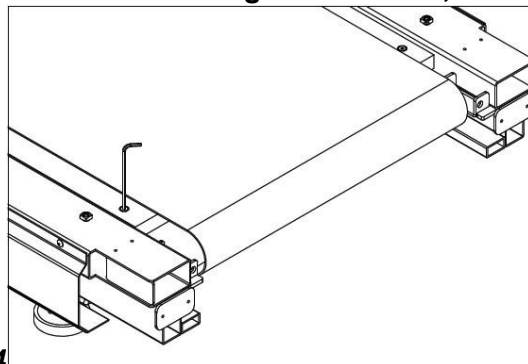
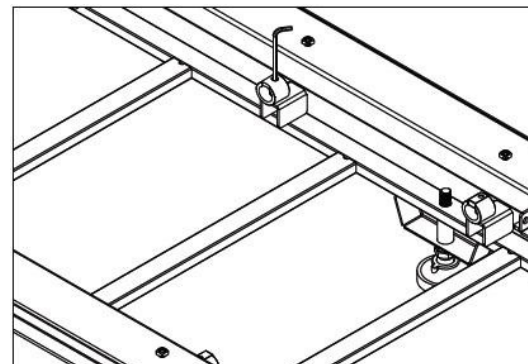

Abb. 4.6.4
Abb. 4.6.5
5) Wie in Abb. 4.6.4 dargestellt, müssen jetzt die Laufflächenfixierungsschrauben gelöst werden. Nehmen Sie dann die Lauffläche ab und ersetzen Sie diese bzw. den Laufgurt. Um die Federung zu wechseln, entfernen Sie zusätzlich noch die 8 Puffer wie in Abb. 4.6.5 dargestellt.